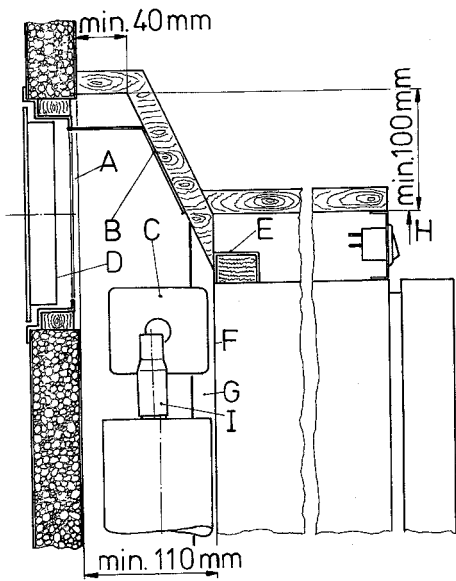
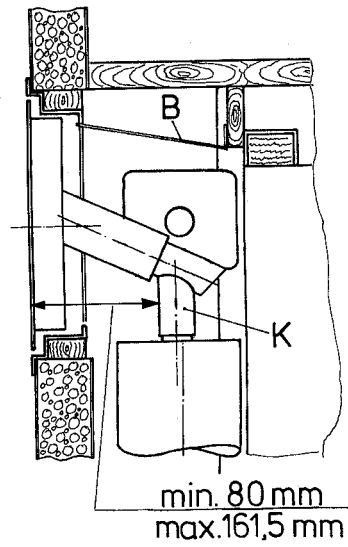

Fig. 6a
Fig. 6b
Die untere Öffnung wird direkt oberhalb des Nischenbodens und das obere so hoch wie möglich über dem Kondensator (C) des Kühlaggregates angebracht, wenigstens jedoch wie in Fig. 6b gezeigt, oder besser wie in Fig. 6a.